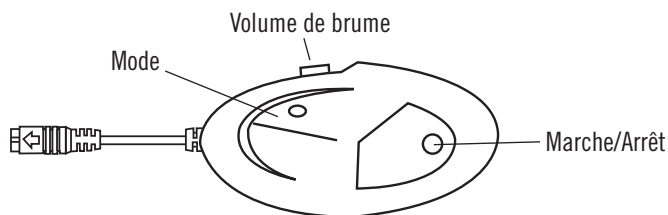

Figure 1
2.2 Récepteur à télécommande (référez-vous à la Figure 1)